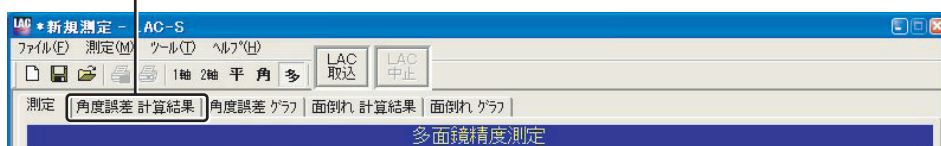

図5-11-9
5.11.2で行った「計算結果」を表示します。角度割出精度測定画面の[角度誤差 計算結果]タブをクリックすると「角度誤差 計算結果」が表示されます(図5-11-9)。